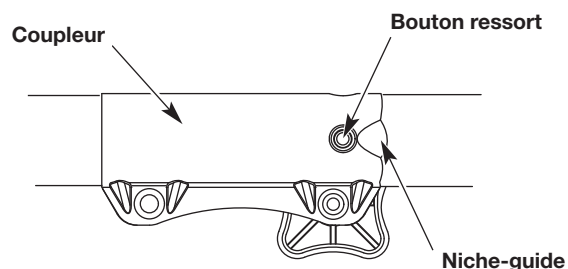

Fig. 2
REMARQUE : Alignez le bouton-ressort avec la niche-guide pour faciliter l'installation (Fig. 2).
2. Appuyez sur le bouton-ressort et maintenez-le enfoncé (Fig. 2).